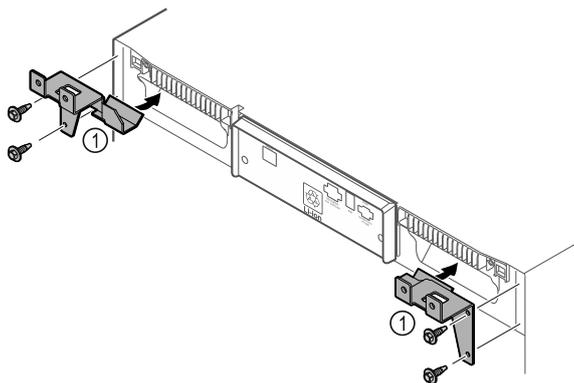

Fig. 10
- ▶ Pritvirtinkite laikančiąsias dalis *Fig. 10 (1)* savisriegiais varžtais prie prietaiso.